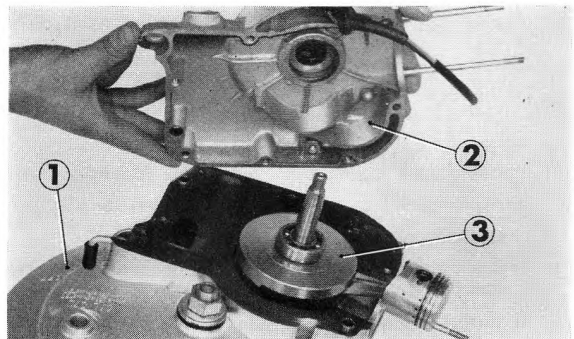

Figure 2-50 : ① carter droit ② carter gauche
2. Remonter le carter gauche, après avoir vérifié que les deux goujons creux sont en place (figure 2-50).